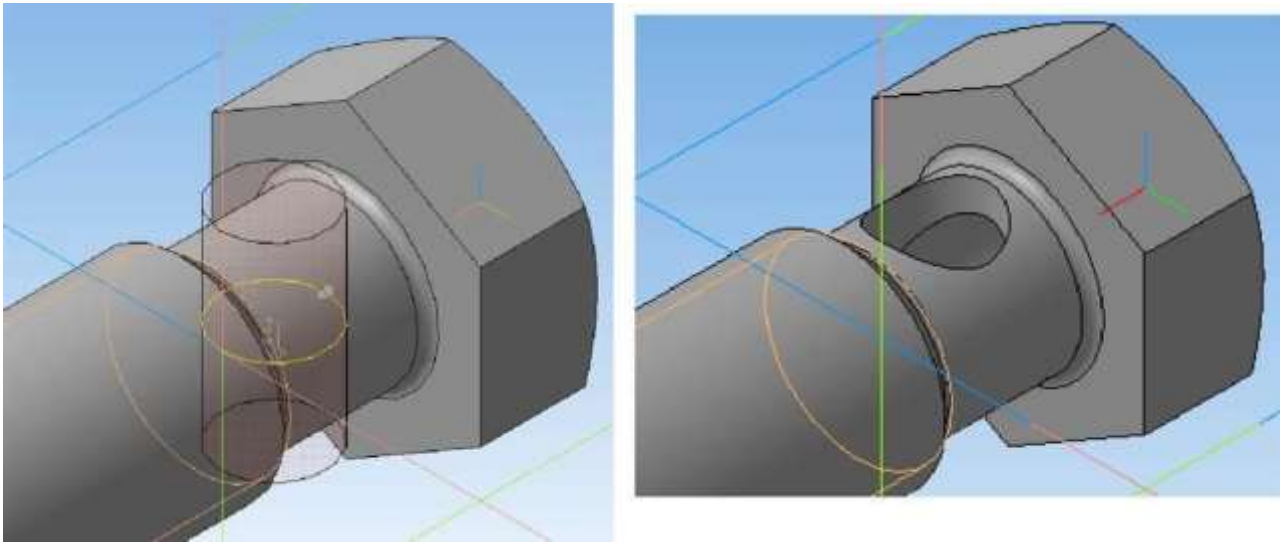

Рисунок 7.124 – *Фантом операции*      Рисунок 7.125 – *Результат операции*
10) Выполнить команду *Вырезать выдавливанием* с параметрами: *два направления* , на расстоянии – 10, *Тонкая стенка* - Нет (рисунок 7.124).